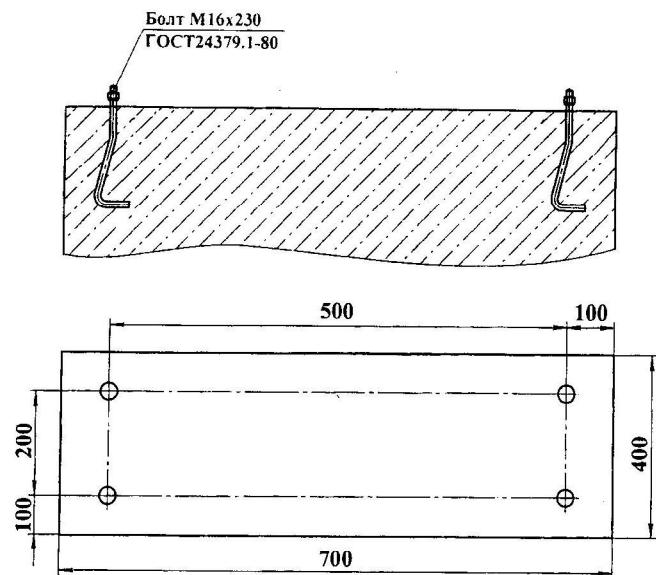

Рис. 3. Схема установки ножниц на фундамент
5.3.2 Установите ножницы на фундаменте (рис. 3).